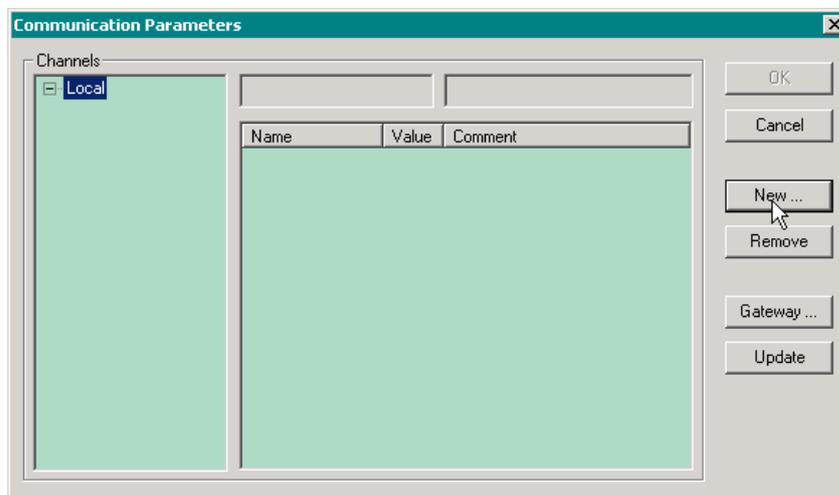

Рис. 44. Диалоговая панель параметров коммуникационного сервера связи с удаленным контроллером
2. Выберите команду меню **Online–Communication Parameters...** На экран будет выведена диалоговая панель **Communication Parameters**, показанная на рис. 44.